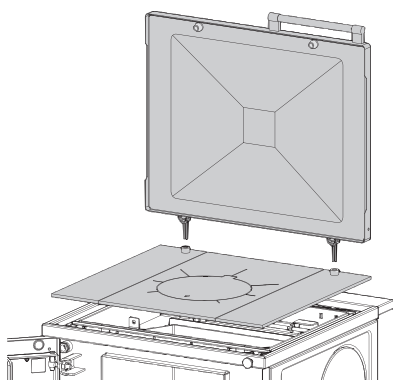

Fig. 11 Copertura isolante e piastra di cottura
- a) Togliere la copertura isolante (accessori su richiesta) – Fig. 11.
- b) Togliere la piastra e pulirla – Fig. 11